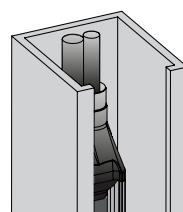

Figura 7: GridScan/Pro con door blanking (tipo standard)
- ▶ Montare la barriera del ricevitore sullo stesso lato della centralina della porta direttamente nello scorrimento della guida (Figura 7).